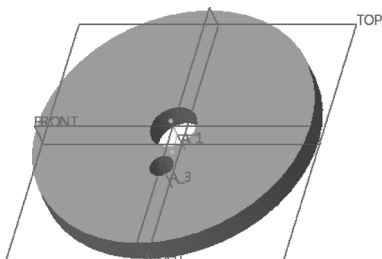

图 5-69 原始实体模型
- 1) 单击 (打开) 按钮, 弹出“文件打开”对话框。从随书光盘中的“CH5”文件夹中选择“bc_5_zzl_2.prt”, 单击“打开”按钮。该文件中存在的原始实体模型如图 5-69 所示。